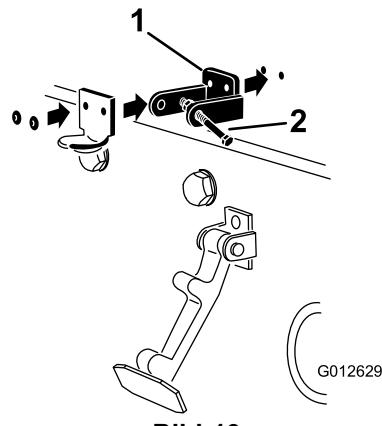

Bild 13
5. Nieten Sie die Halterungen und Scheiben an die Haube (Bild 13).
3. Fluchten Sie die Befestigungslöcher aus und positionieren Sie gleichzeitig die Halterung des CE-Riegels und des Motorhaubenriegels auf der Motorhaube. Die Riegelhalterung muss an der Haube anliegen (Bild 13). Nehmen Sie die Schraube und Mutter nicht vom Halterungsarm für den Riegel ab.